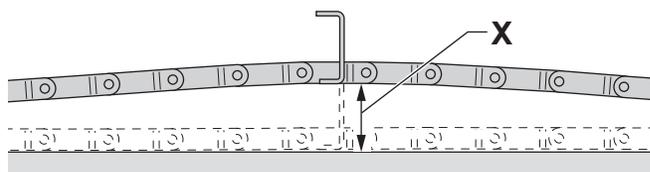

Figure 49 – Vérifier la tension de la chaîne du convoyeur
1. Tirez sur le centre supérieur de la chaîne du convoyeur et mesurez la distance qu'elle parcourt. Consultez *Figure 49*.